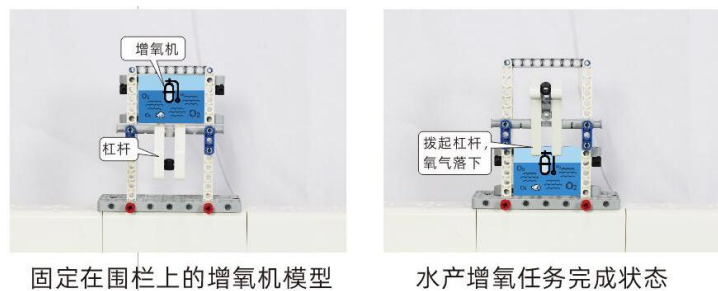

图 9 水产增氧任务使用的模型及完成状态
- a. 水产增氧模型固定在模型框 B 内。向上拨动模型上的杠杆可使“氧气”落下，如图 9 所示。